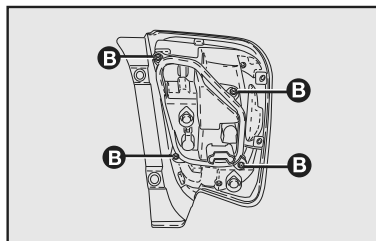

fig. 19
- extrair o porta-lâmpada da respectiva sede soltando os parafusos **B-fig. 19** (utilizar chave TORX T20 - não fornecida);